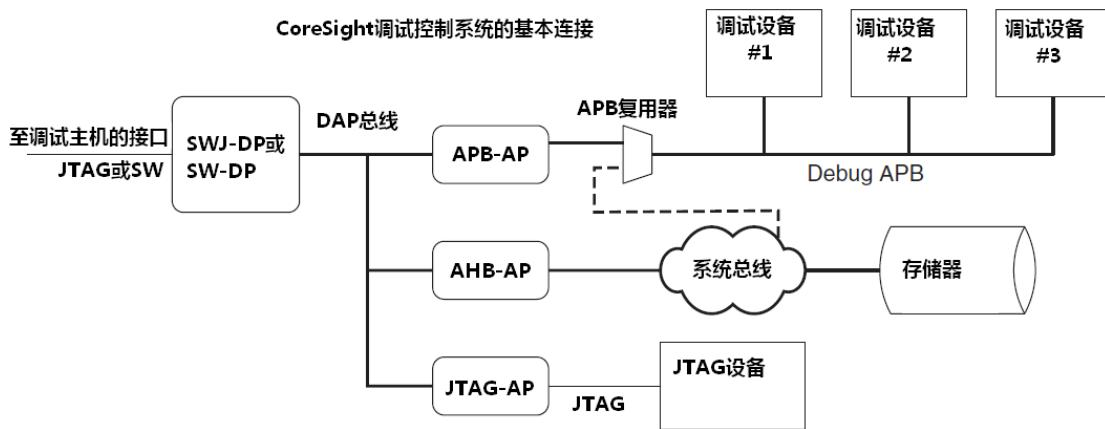

图 15.2 CoreSight 系统设计概念图
- 调试组件在系统的存储器映射中也有一席之地，而在标准的 CoreSight 系统中，是为调试总线另开了一个地址空间。例如，在 CoreSight 系统中，系统连接的概念图如图 15.2 所示：